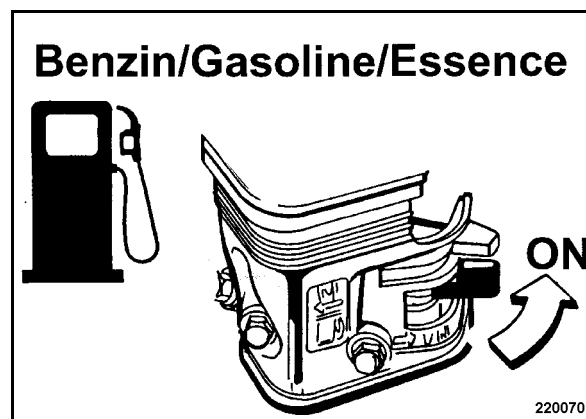

рис. 17
- Полностью открыть топливный кран (рис. 17) в направлении стрелки до упора.